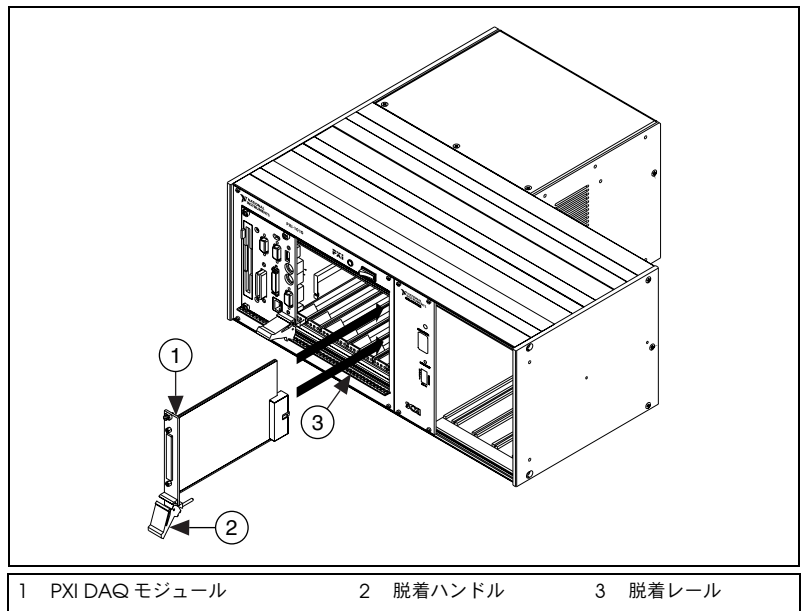

図 6 新規シャーシに PXI モジュールを取り付ける
2. 図6のように、モジュールの縁を上下のPXI モジュールガイドに配置します。